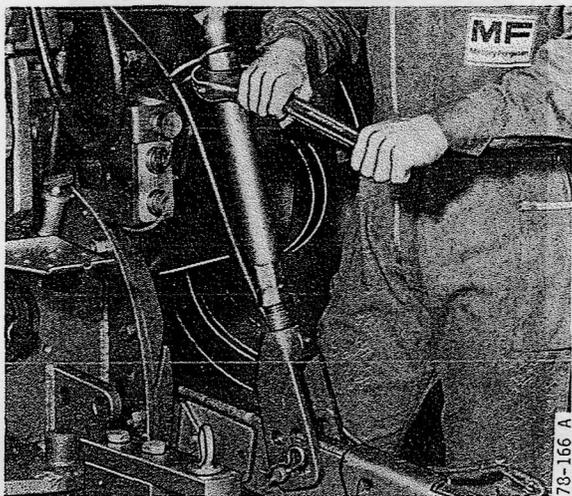

Fig. 34
- Le type télescopique est muni uniquement d'un crochet (Fig. 34).